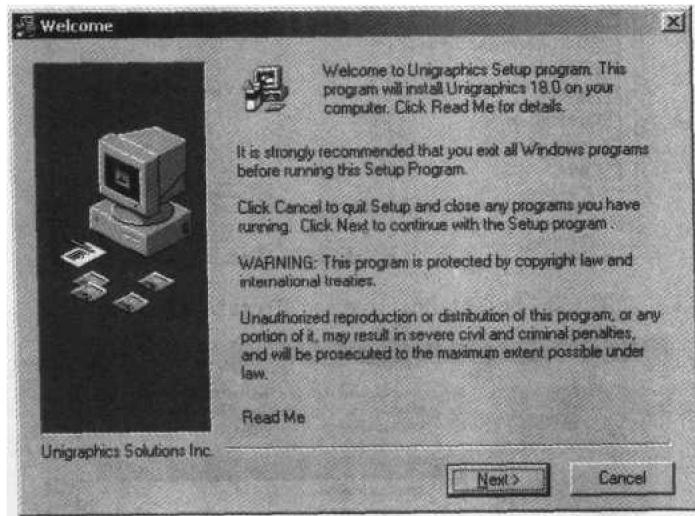

图 1.1 Welcome 对话框
- (1) 首先双击 UG 软件光盘中的 Setup.exe 文件，系统开始安装软件，此时会出现如图 1.1 所示的欢迎界面，单击 **Next >** 按钮。